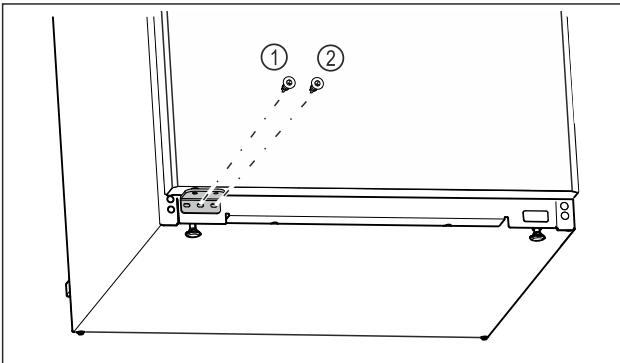

Fig. 26
- ▶ Kierrä laakerijalustan Fig. 26 (1) keskimäinen ruuvi kiinni Torx 20 -ruuvimeisselillä.
- ▶ Kierrä laakerijalustan Fig. 26 (2) sisempi ruuvi kiinni Torx 20 -ruuvimeisselillä.